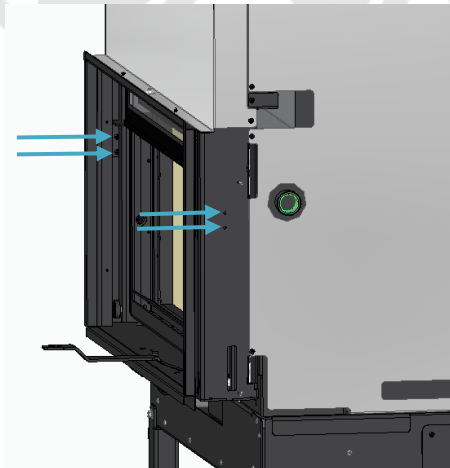

Figura 17
l) En los modelos con puerta de movimiento vertical, retire los dos tornillos que fijan los soportes que bloquean el movimiento de la puerta a cada lado desde el interior, como se muestra en la Figura 17;